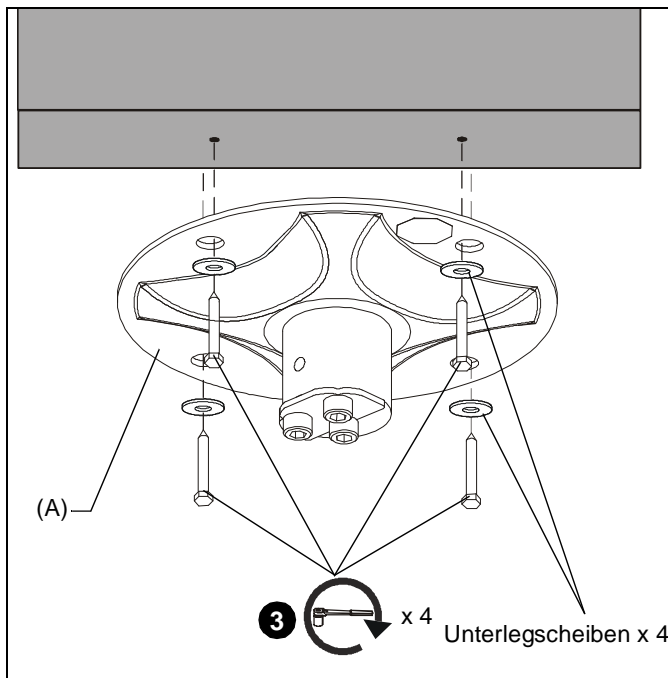
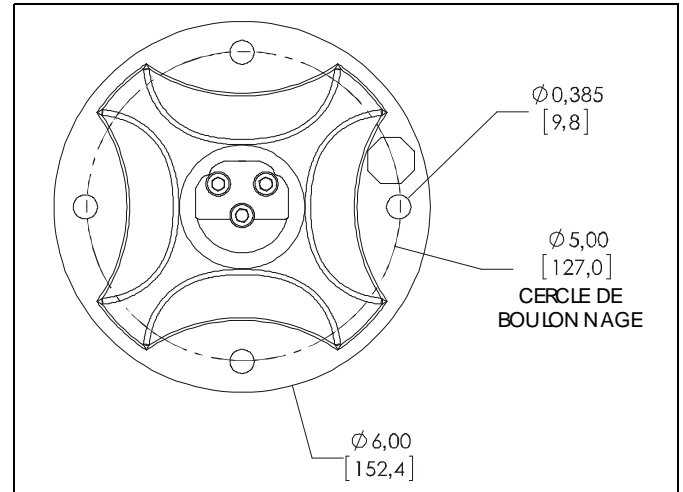

Abb. 2
Abb. 3
3. Führen Sie vier Ankerschrauben (nicht mitgeliefert), Mindestgröße 5/16" x 2-3/4", durch den CPA115 (A) und schrauben Sie sie in die Holzbalkenquerverstrebung. (Siehe Abb. 2) Einzelne Abmessungen: (Siehe Abb. 3).
2. Befestigen Sie die Gewindestangen mit (nicht mitgelieferten) 3/8"-Kontermuttern und Unterlegscheiben an der CPA-Halterung (jeweils eine innen und außen – nicht mitgeliefert). Einzelne Abmessungen: (Siehe Abb. 3).
1. Verwenden Sie die Deckenplatte (A) als Schablone und zeichnen Sie vier Vorbohrungen an die Decke.
3. Verwenden Sie vier UX10- oder AF8-Dübel (nicht mitgeliefert), um die CPA-Halterung an der Massivbetondecke zu befestigen. Einzelne Abmessungen: (Siehe Abb. 3).